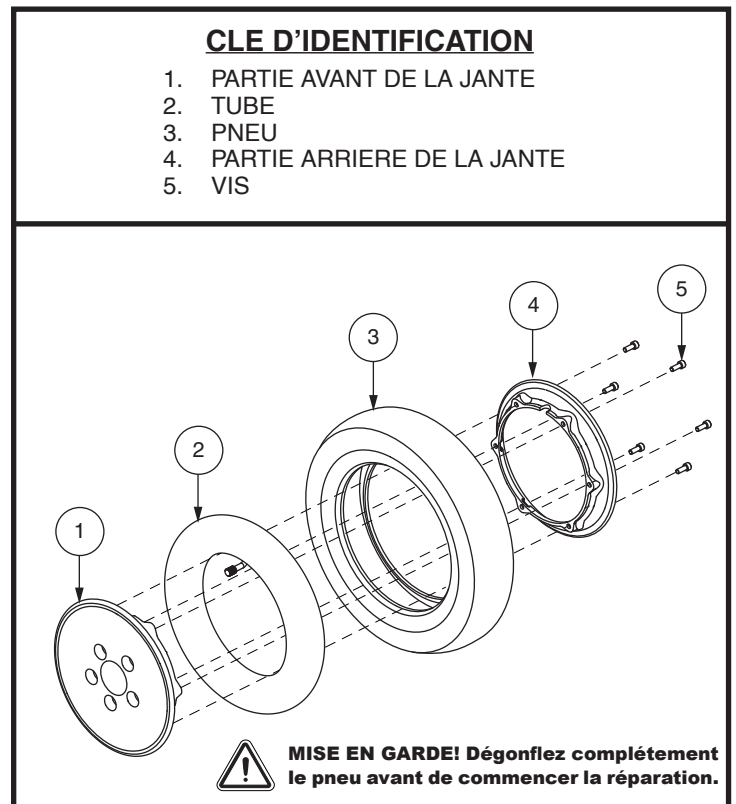

Figure 29. Roue pneumatique motrice démontée/montée
6. Retirez les écrous et rondelles afin de séparer les moitiés de jante. **Voir la figure 29.**